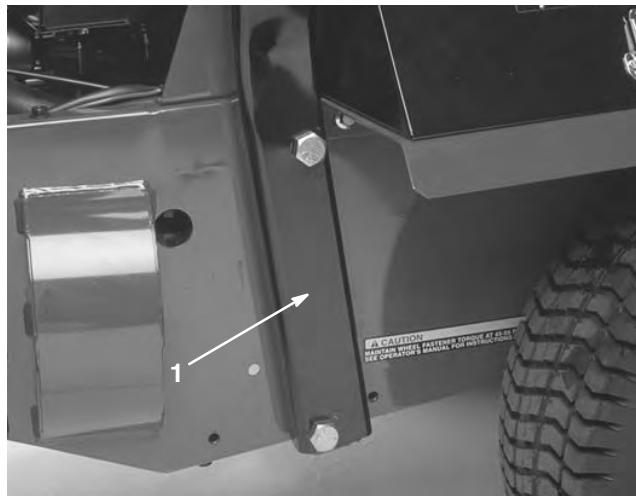

Figure 15
- Baissez l'arceau de sécurité sur le bâti dans l'alignement des trous de montage, comme illustré par la Figure 15.
- Fixez l'arceau de sécurité au bâti avec 4 boulons (3/4 x 5-1/2"), rondelles-freins et écrous (Fig. 15). Serrez-les solidement.